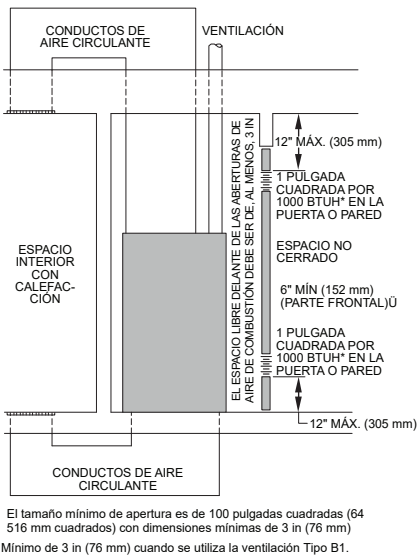

Fig. 9 – Aire para combustión, ventilación y dilución desde interiores
- Se trata de espacios combinados en el mismo piso. Cada abertura debe tener un área libre mínima de al menos 1 in²/1000 Btuh (2000 mm²/kW) de la clasificación de entrada total de todos los dispositivos a gas en el espacio, pero no inferior a 100 in² (0,06 m²). Una de las aberturas debe comenzar a 300 mm (12 plg.) como máximo del techo y la otra a 300 mm (12 plg.) como máximo del piso. La dimensión mínima de la abertura es 3 pulg. (80 mm); consulte la Fig. 9.